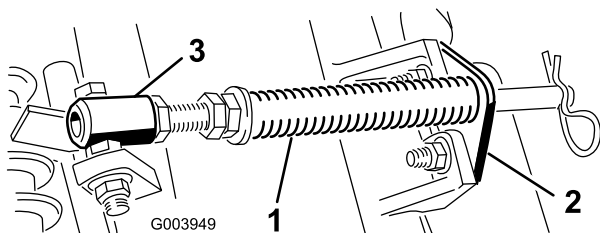

图 10
- A. 拆下把杆支架固定到滚刀组凸耳上的 2 个车身螺栓和螺母图 10。
- B. 拆下将弹簧管栓固定到承载架凸耳图 10 上的凸缘螺母